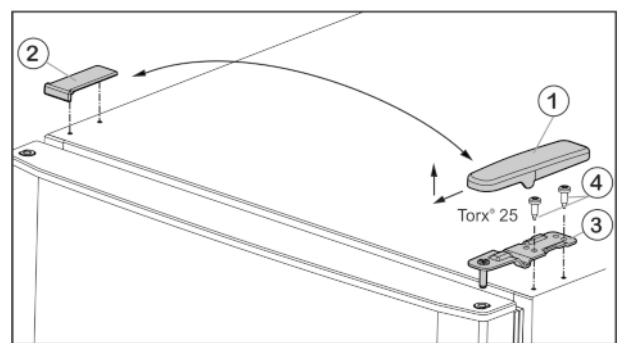

Fig. 4
- ▶ Enlever le cache Fig. 4 (1) vers l'avant et vers le haut.
- ▶ Retirer le cache Fig. 4 (2).
- ▶ Dévisser le support d'appui supérieur Fig. 4 (3) (2 Torx® 25) Fig. 4 (4) et retirer vers le haut.
- ▶ Placer le support d'appui supérieur Fig. 4 (3) sur le nouveau côté charnière de porte.
- ▶ Revisser le support de palier (**en appliquant un couple de 4 Nm**) (2 Torx® 25) Fig. 4 (4). Utiliser au besoin une visseuse sans fil.
- ▶ Remettre en place l'habillage Fig. 4 (1) du côté opposé depuis l'extérieur et l'enclencher.
- ▶ Remettre en place l'habillage Fig. 4 (2) du côté opposé depuis le dessus et l'enclencher.